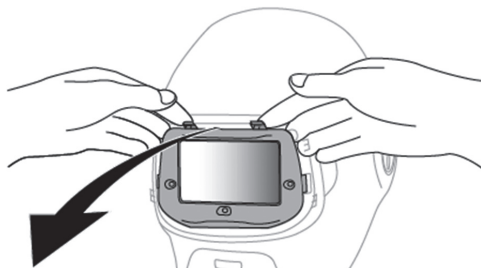

図8b
- ② 液晶フィルター上部にある2つのタブ押し下げて、液晶フィルターを溶接フードから引き抜いてください（図8b）。